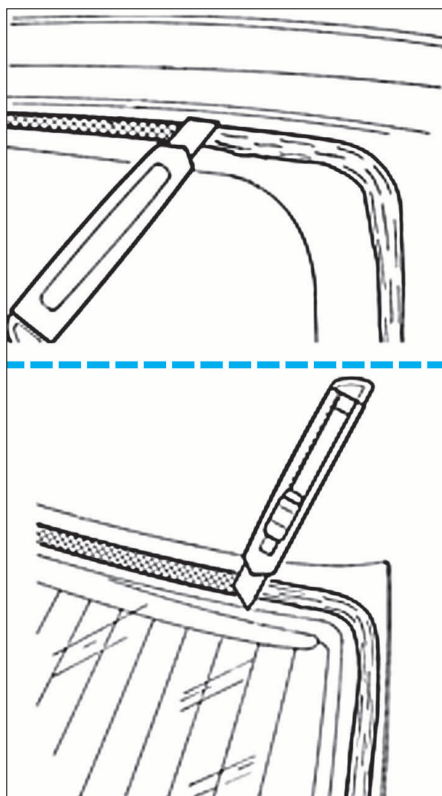

FIG. 119
- Araser le restant de colle sur le hayon et sur la lunette AR en laissant entre 0.25 et 1.00 mm (Fig.119).